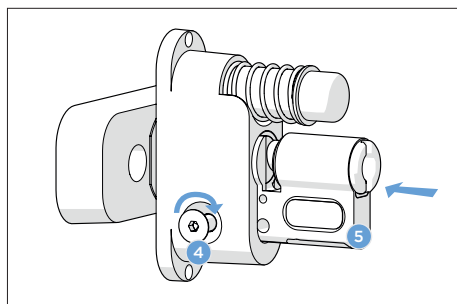

Bild 1: Halbzylinder BS02/X3 einsetzen
- Am Zylinder: Demontage des Schließbarthalters (2) und des Schließbartes (1) vom BS02/X3 durch Lösen der Schraube (3)
- BS02/X3 Zylinder (5) in das Griffunterteil einsetzen und mittels M5 Senkschraube (4) handfest fixieren (siehe Bild 1)